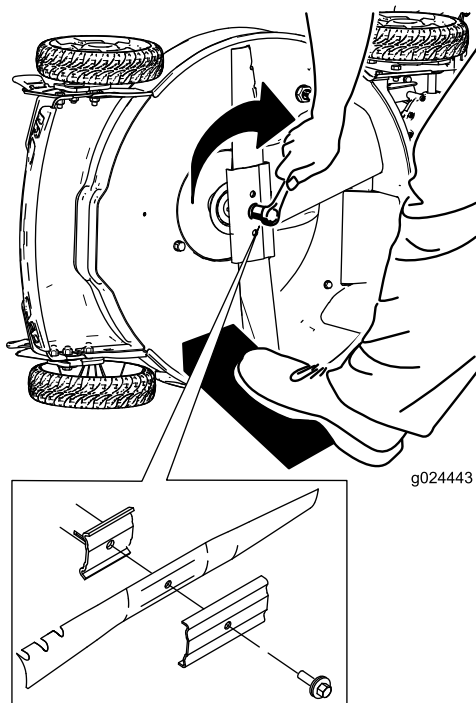

Figure 30
5. Montez la lame neuve en tournant le boulon dans le sens horaire (Figure 30).